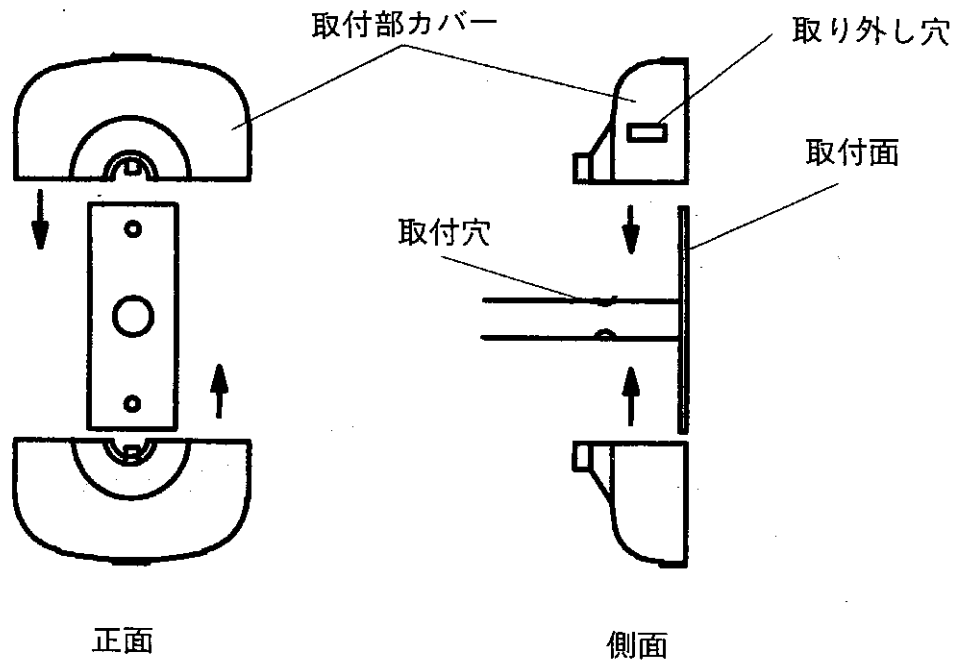

図6 取付部カバーの取付
- ⑤ 水分センサ取付後、図6のように取付部カバーを取り付けて下さい。